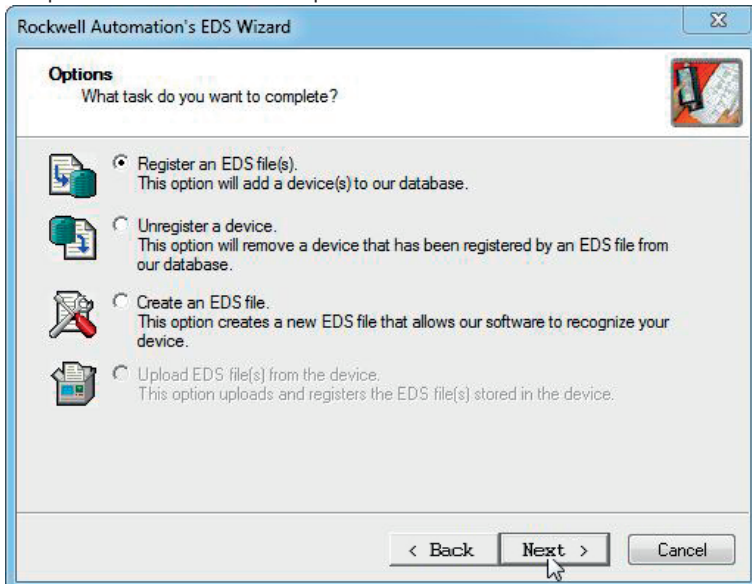

Abbildung 3: Register EDS
- Im nächsten Schritt muss eine EDS-Datei importiert werden. Dies lässt sich über die Option „Register an EDS file(s)“ umsetzen (Abbildung 3/4/5/6/7/8). Wählen Sie die zum Produkt passende EDS-Datei aus und implementieren Sie diese entsprechend.